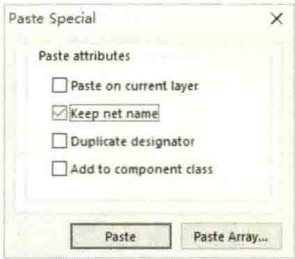

图 9-87 特殊粘贴设置窗口
(1) 选中需要复制的元素（过孔、走线或元件），按照正常方式按快捷键“Ctrl+C”，进行复制。
(2) 执行菜单命令“Edit-Paste Special”，进入特殊粘贴设置窗口，如图 9-87 所示。
- ① Paste on current layer: 对复制好的元素粘贴到当前层。
- ② Keep net name: 带网络粘贴。
- ③ Duplicate designator: 带元件位号粘贴（针对元件复制）。
- ④ Add to component class: 把元件添加到元件类中（针对元件复制）。